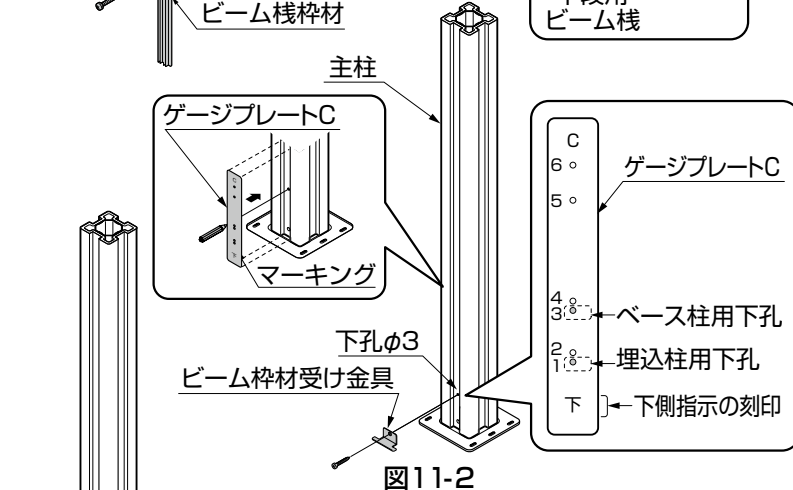

図11-2
- ③パネルを入れる側の面の柱の底面に、ゲージプレートの下面を合わせてください。(図11-2参照)
「下」と刻印してある側を下に合わせてください。(図11-2参照)
※ベース柱には3の孔を使用してください。埋込柱には1の孔を使用してください。(図11-2参照)